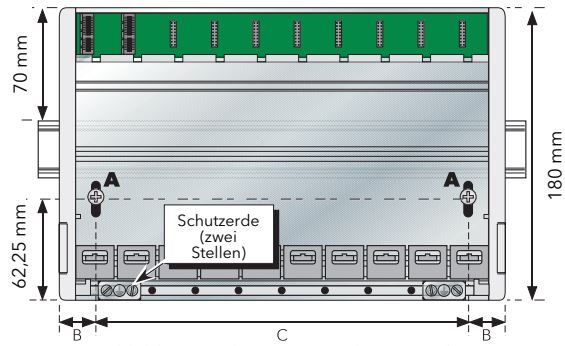

Abbildung 1 Abmessungen der Basisteile
2. Lösen Sie mithilfe eines geeigneten Pozidriv-Schraubendrehers die Schrauben ('A' in Abbildung 1) in der Basiseinheit und lassen Sie sie mit den zugehörigen Halteklammern auf den Boden des Schraubenschlitzes fallen.
3. Bringen Sie das Gerät auf der Oberkante der DIN-Schiene an und schieben Sie die Schrauben (A) mit den zugehörigen Klammern mithilfe des Schraubendrehers soweit wie möglich nach oben in die Schraubenschlitze.
2. Halten Sie die Basiseinheit waagrecht an die Schalttafel und markieren Sie die Position der beiden Öffnungen an der Schalttafel (Mitten siehe Abbildung 1 oben).